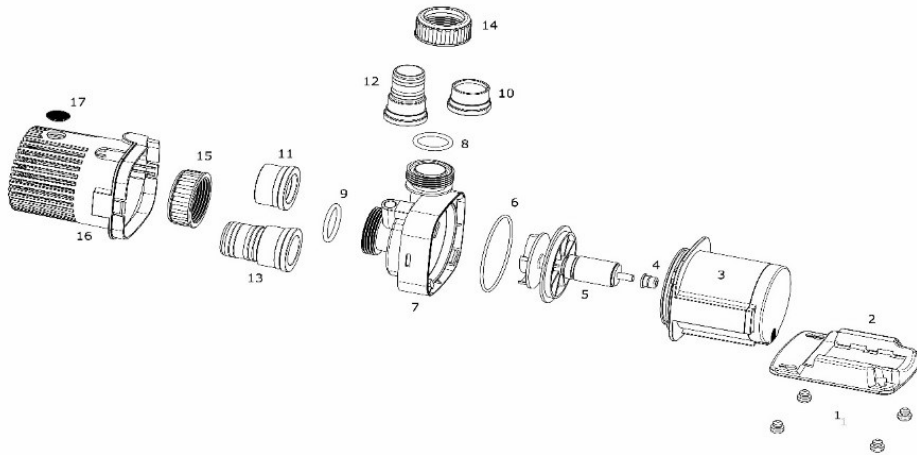

Abb. 2.: Aufbau AC Runner 3.2
- **Pumpe AC Runner. Bauteile siehe Abb. 2 bzw. 3.**